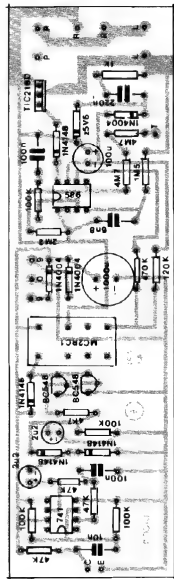

Fig. 6
- FIG. 6 - CHAPEADO DA PLACA "B" - Maior, e com mais componentes, a placa "B" (o lado não cobreado, com as peças, é o mostrado na figura...) exigem um pouco mais de cuidados e atenções. Observar, principalmente, as colocações dos Integrados, referenciadas pelas suas extremidades marcadas (cuidado para não botar o 741 no lugar do SLB0586A e vice-versa...). Os dois BC548 têm sua colocação referenciada pelos seus lados "chatos". O TRIAC deve ficar com sua lapela metálica virada para o interior da placa... Outro ponto importante: todos os diodos - inclusive o **zener** - têm posição única e certa para inserção/ligação à placa... A referência é sempre a cinta ou anel em cor contrastante, junto a uma das extremidades do componente, observem... Os capacitores eletrolíticos também têm terminais **polarizados** (existem indicações da polaridade no próprio "corpo" do componente, e como adendo, a "perna" **positiva** é sempre a mais longa...), cujas posições devem ser respeitadas... Resistores e capacitores comuns precisam apenas ser corretamente identificados quanto aos seus reais valores... O relê, pela "as-